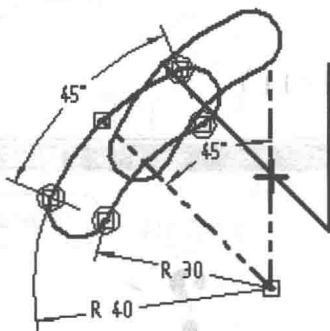

图1-8 约束检查
(7)约束检查:如图1-8所示。当轮廓未被完全约束时,使用尺寸驱动轮廓可能会得到意想不到的结果。